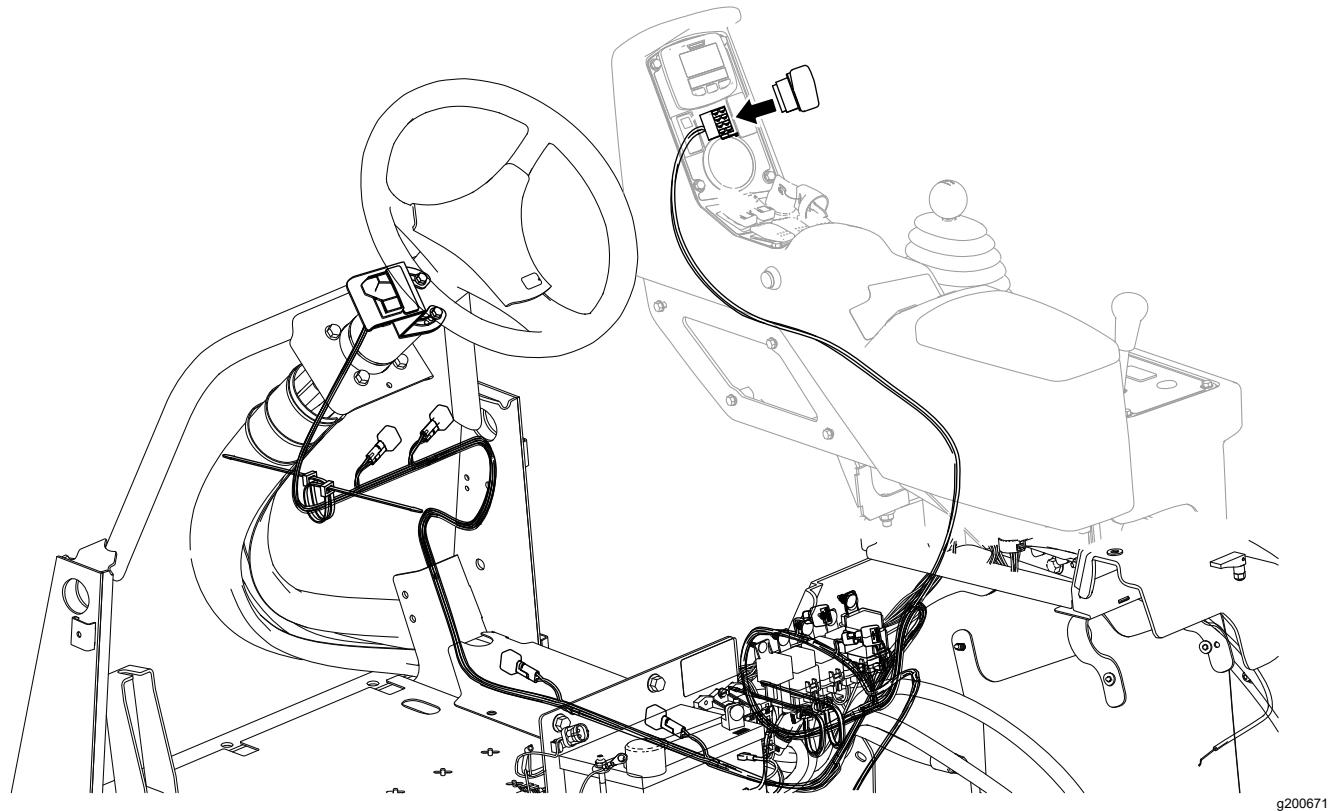

図8
4. 車両用ハーネスに沿ってワイヤハーネスをコントロールパネルまで導く図8。
5. ハーネスにロックカースイッチを接続する図8。
マーカー用 ON/OFF スイッチ コンプレッサを作動させて左右両方のブームに同時に泡の流れを送り出します図 8。